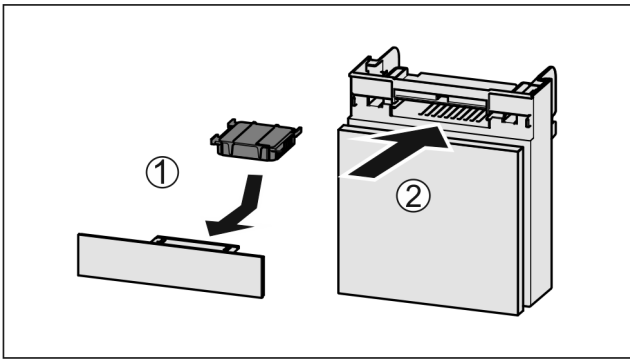

Fig. 187
- ▶ Aktivkohlefilter nach Abbildung einsetzen Fig. 187 (1).
- ▶ Fach einschieben Fig. 187 (2).